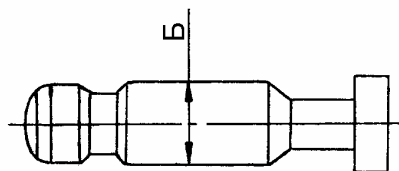

Рис. 40.
16.2.6 Поршень 2108-3512105-10 регулятора, рис. 40.**Допускается:**